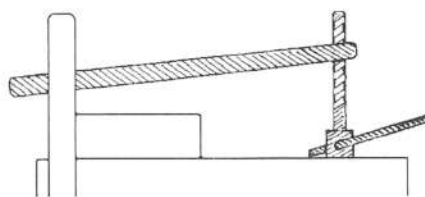

Fig. 2. D'après Charles Parain.
- Une **barre** pour faire tourner une vis : figure 2.
– **Un levier** : une poutre avec un axe horizontal en général virtuel (figures 2, 3, 5) car l'axe n'est pas matérialisé : on utilise des systèmes de cales déjà signalées dans l'Encyclopédie de Diderot (où l'on voit aussi deux poutres, comme un gigantesque casse-noisettes, une supérieure, le *mouton*, et une inférieure, la *brebis*). Les Briards, moins coquins, n'ont gardé que le *mouton*. D'autres, dans d'autres régions, avaient gardé cette technique. Leurs pressoirs s'appellent *casse-coué*. Les spécialistes cherchent ce que cela peut signifier, sans comparer avec *casse-noix* ! (Or, on m'a dit aussi utiliser de la paille de seigle parce qu'elle est longue et raide. La paille d'avoine m'a été citée, sans conviction. Par contre, la paille de blé, bien *aiguillée*, m'a été fermement décrite, car, en ce temps-là, le blé, c'était autre chose qu'aujourd'hui).
– descente d'une extrémité de la poutre (*mouton*) : figures 2, 3 et 5.